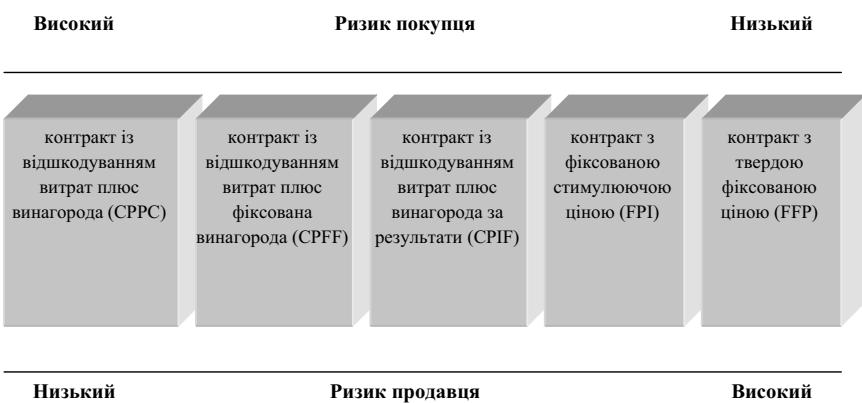

Рис. 3.18. Взаємозв'язок типу контракту і ризику
1. рівень ризиків (рис. 3.18);